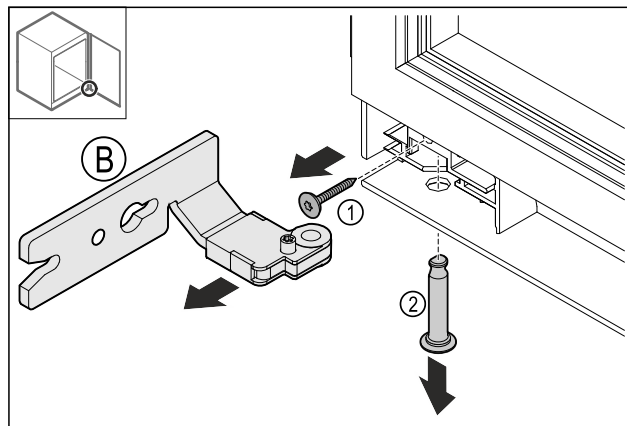

Fig. 16
- Schraube Fig. 16 (1) entfernen.
- Bolzen Fig. 16 (2) entfernen.
- Scharnier Fig. 16 (B) entfernen.